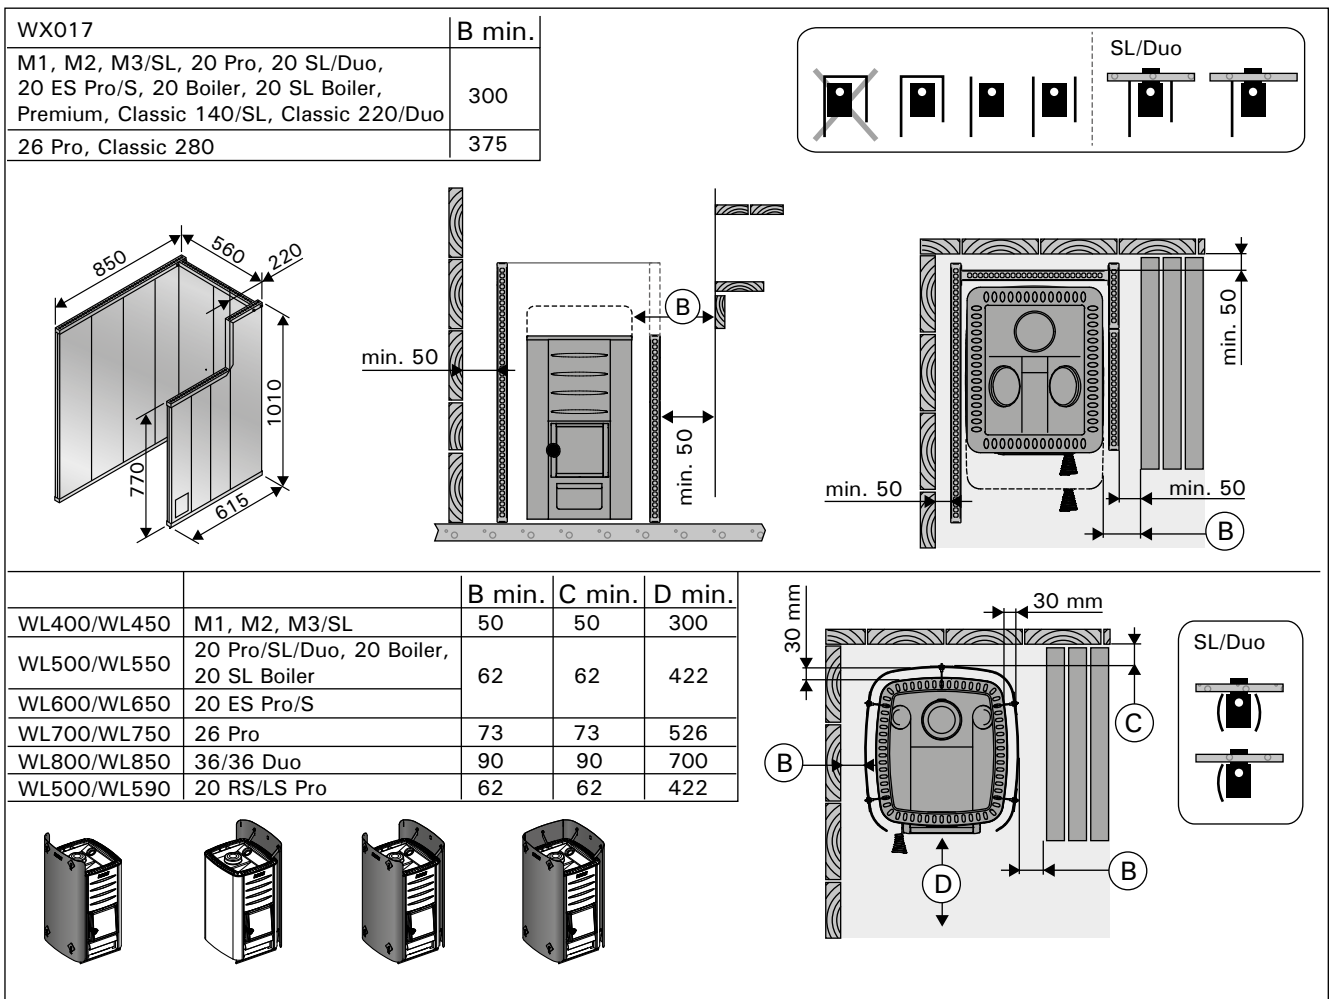

Рисунок 8. Безопасные расстояния с защитными ограждениями (все размеры приведены в миллиметрах)
- D. Защитное ограждение Harvia WX017.** Рисунок 8.
- E. Защитная обшивка WL400/WL450, WL500/WL550, WL600/WL650, WL700/WL750, WL800/WL850, WL590.** Рисунок 8.